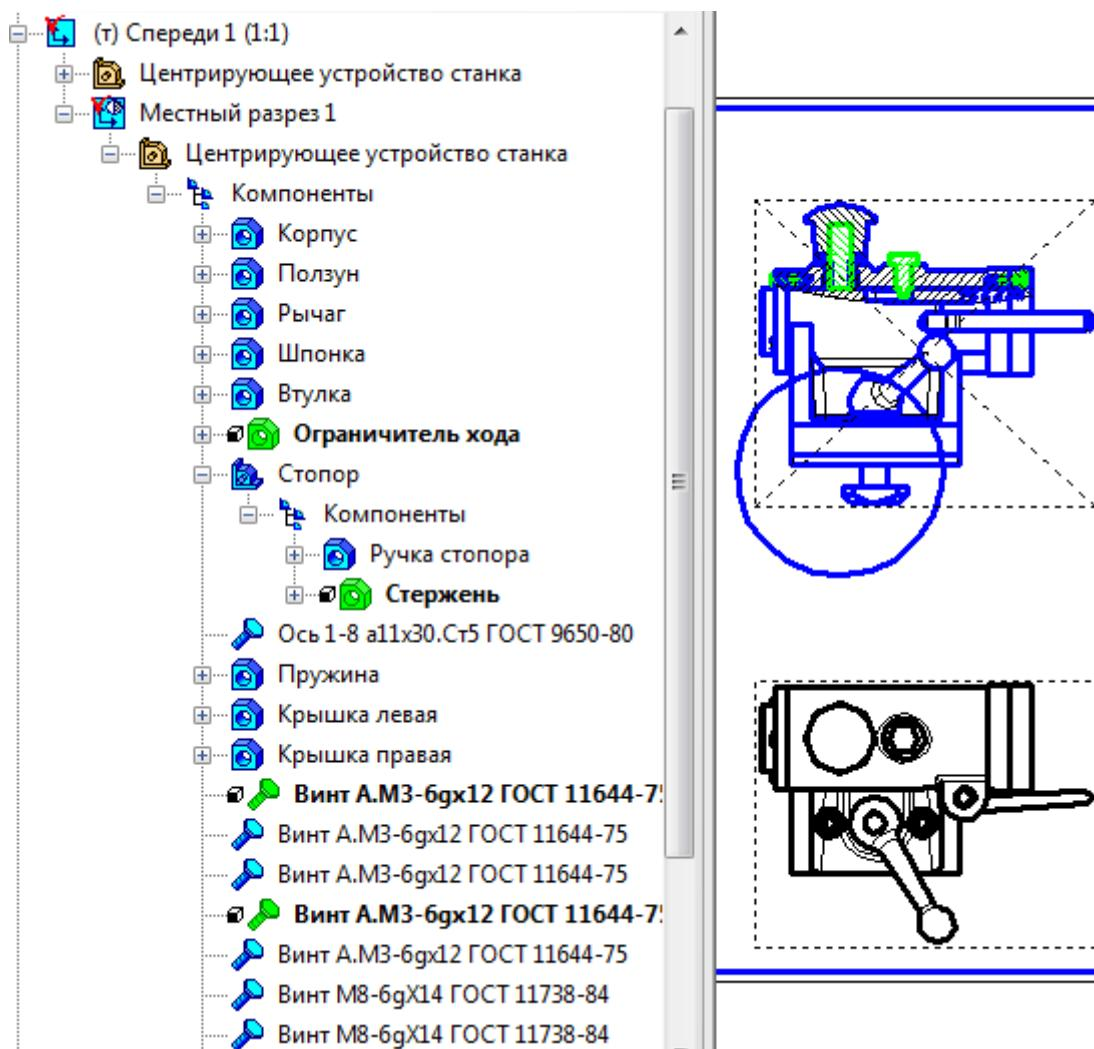

Рис. 118
- раскройте «ветви» **Спереди1 - Местный разрез 1 - Центрирующее устройство станка – Компоненты** (рис. 118) и в контекстных меню соответствующих деталей и сборочной единицы включите режим **Не разрезать**;